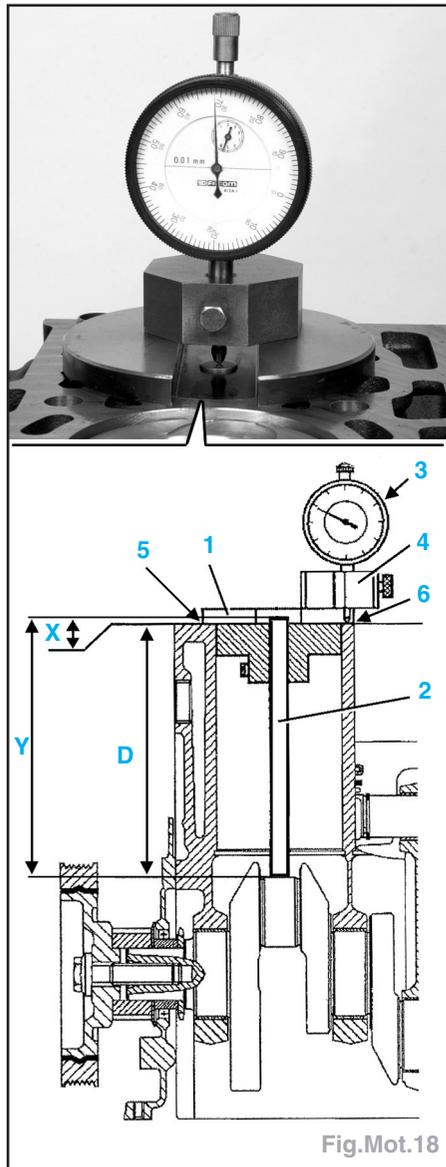

Fig.Mot.18
- Cette opération consiste à mesurer la distance entre le maneton au **PMH** (ensemble bielle-piston déposé) et le plan de joint supérieur du bloc-cylindres, par le biais d'une tige calibrée de **153,989 mm** de longueur et d'un faux piston **Renault Mot. 1319-01** (kit d'outils Renault **Mot. 1319-01**) (Fig.Mot.18).